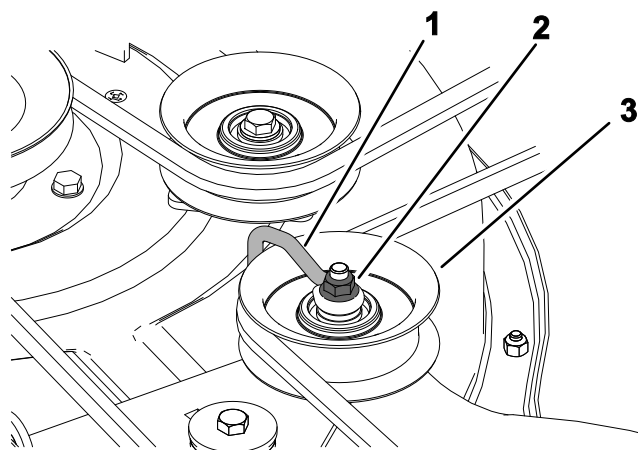

Figura 51
5. Afloje la tuerca que sujeta el soporte de alambre a la polea tensora (Figura 51).
9. Apriete la tuerca que sujeta el soporte de alambre a la polea tensora (Figura 51).
Nota: Coloque el soporte de alambre contra el brazo tensor, como se muestra en la Figura 51.